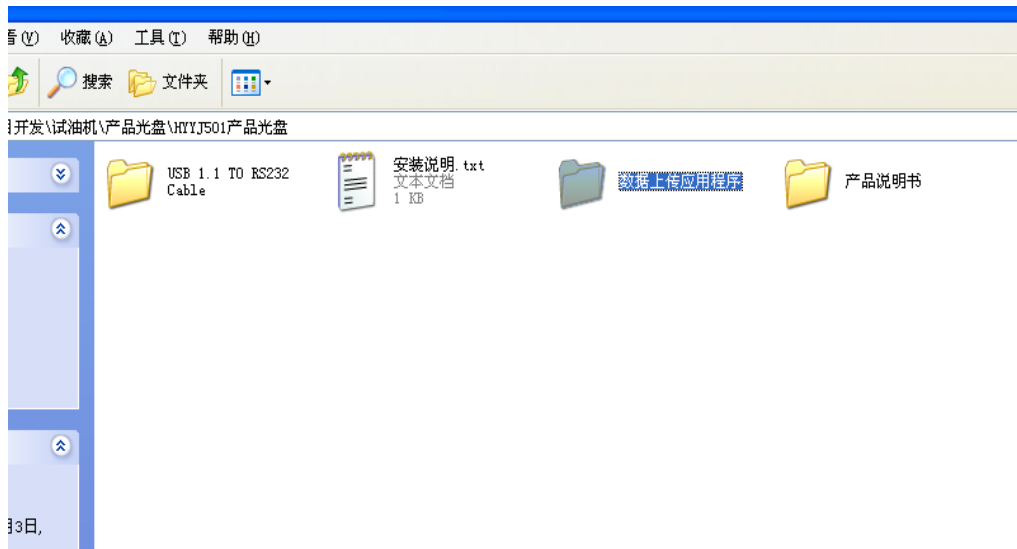

图 5.6 试验机应用软件安装光盘
1) 将安装光盘放到电脑的光驱内，打开光驱内内容，如图 5.6 所示